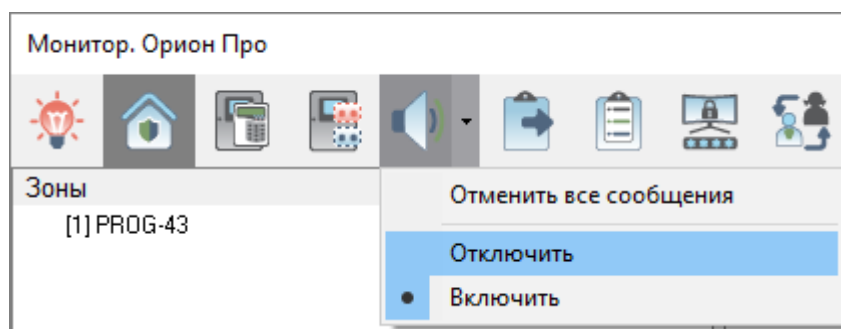

Рисунок 8-170 Отключение речевого оповещения для всех приходящих событий
- **Отключить** (см. Рисунок 8-170) – отключение речевого оповещения для всех приходящих событий;